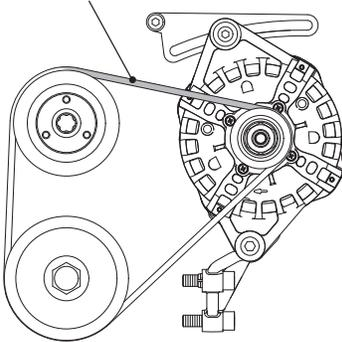

Figure 34. Tension de la courroie trapézoïdale
1. Vérifier la tension de la courroie trapézoïdale en polyuréthane et la serrer au besoin (Figure 34).